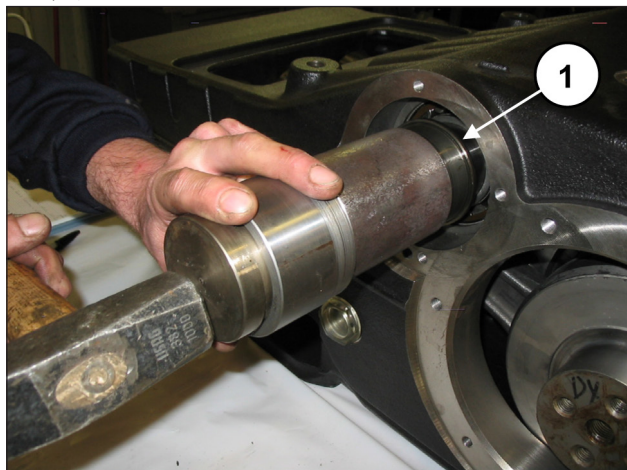
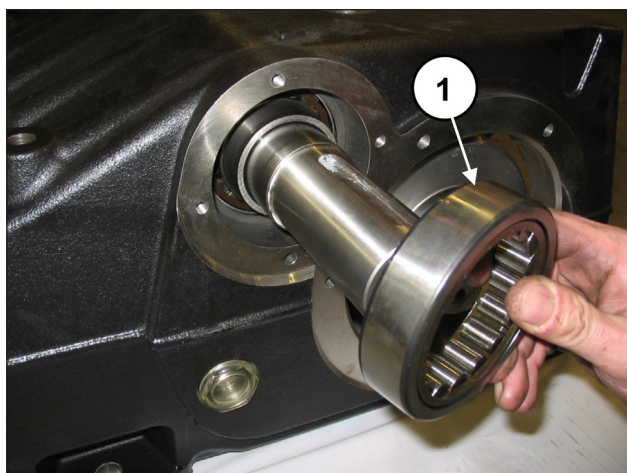

图 61
图 62
插入泵的单个轴承侧的内圈（位置①，图 61）和外圈（位置①，图 62）。
插入最后一个轴承的内环（③，图 61）和外环（④，图 62）。